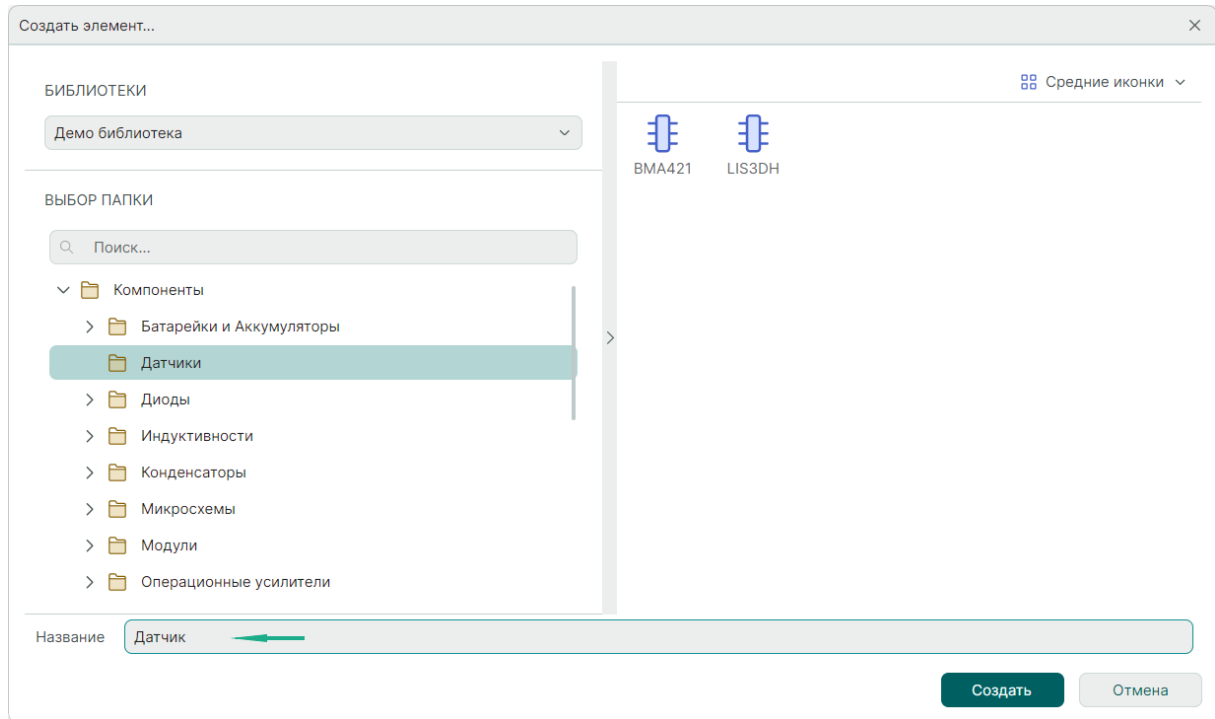

Рис. 189 Выбор папки и именование компонента
4. В поле «Создать элемент» → «Наименование элемента» введите имя нового компонента, см. Рис. 189.